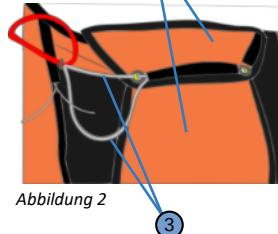

Abbildung 2
6. Fixiere die Containerklappen, indem du die beiden am Retter-Auslösegriff angebrachten Verschlussplinte durch die Schlaufen steckst. (Abbildung 2) ACHTUNG: Nur 1 Verschlussplint pro Schlaufe!